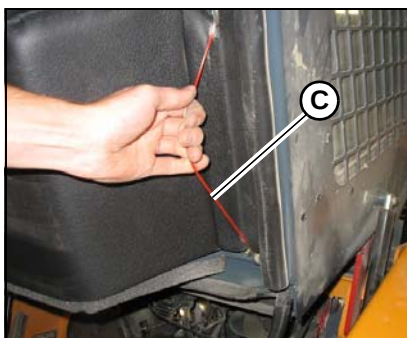

Figura 89 – Rilascio del meccanismo di blocco ROPS/FOPS
1. Sollevare leggermente la ROPS/FOPS tirando nel contempo il rilascio del meccanismo di blocco (C, Figura 89) verso la parte anteriore.